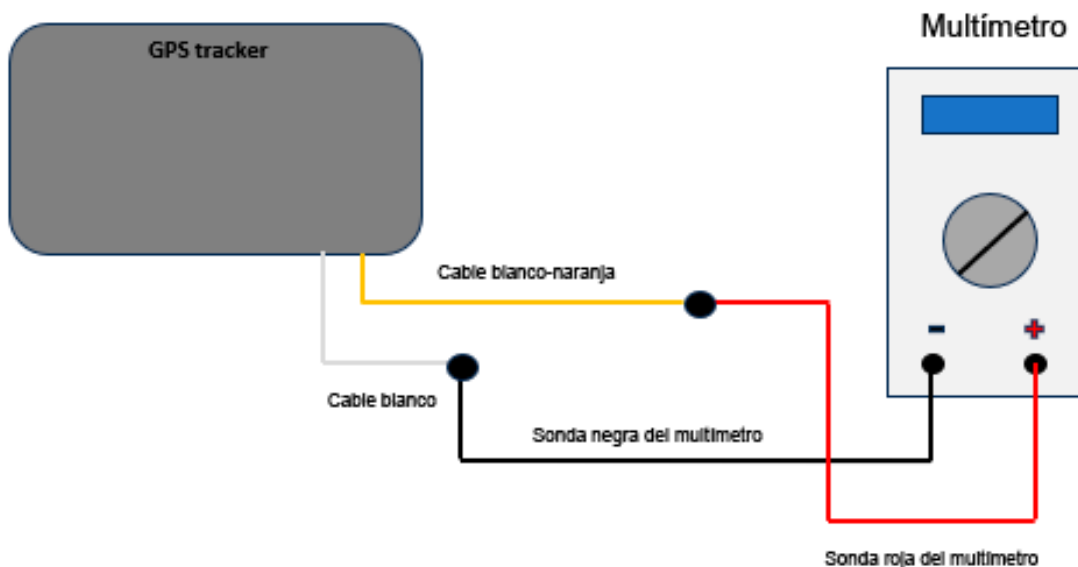

Fig.4 Diagrama de conexión
2. Monte el circuito de conexión de acuerdo con la "Fig. 4 Diagrama de conexión".